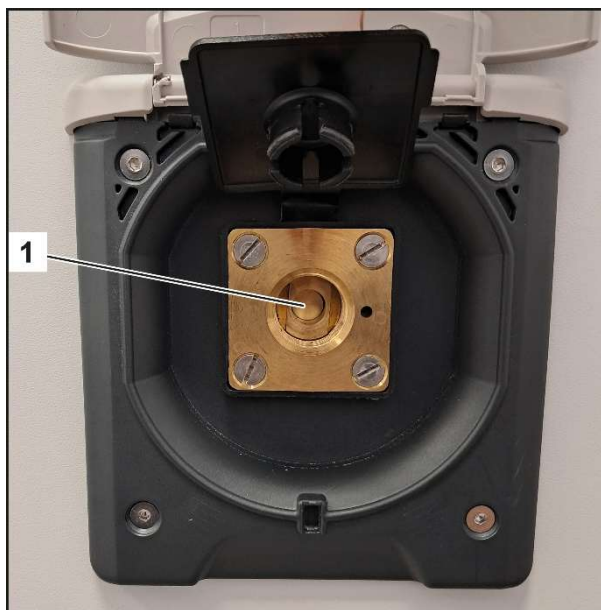

Fig. 12
3. Collegare un adattatore per bombole idoneo (Fig. 13/1) all'attacco di rifornimento (Fig. 12/1). Per evitare l'introduzione di impurità nell'impianto, ALUGAS consiglia di utilizzare adattatori dotati di filtro sinterizzato.